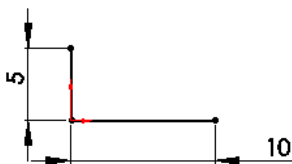

图 7.2.2 横断面草图
Step3. 定义特征的横断面草图。选取前视基准面作为草图基准面；在草绘环境中绘制图 7.2.2 所示的横断面草图；选择下拉菜单 **插入(I)** **退出草图** 命令，退出草绘环境，此时系统弹出图 7.2.3 所示的“基体法兰”对话框。